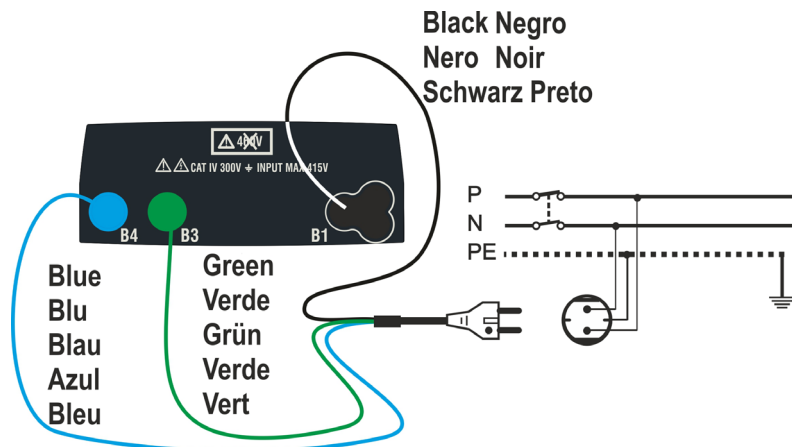
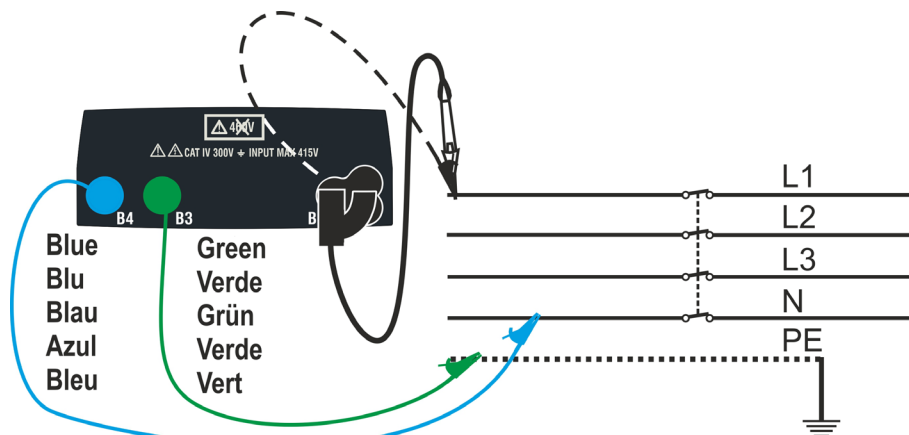

Fig. 6: Collegamento dello strumento tramite cavo con spina Shuko
Fig. 7: Collegamento allo strumento tramite cavi singoli e puntale remoto
2. Inserire i connettori verde, blu e nero del cavo shuko a tre pin nei corrispondenti terminali di ingresso B1, B3 e B4 dello strumento. In alternativa, utilizzare i singoli cavi e applicare le relative clip a coccodrillo alle estremità libere dei cavi. È anche possibile utilizzare il puntale remoto inserendo il suo connettore multipolare nel terminale di ingresso B1. Collegare la spina shuko, i morsetti a coccodrillo o il puntale remoto alla rete elettrica secondo la Fig. 6 o Fig. 7